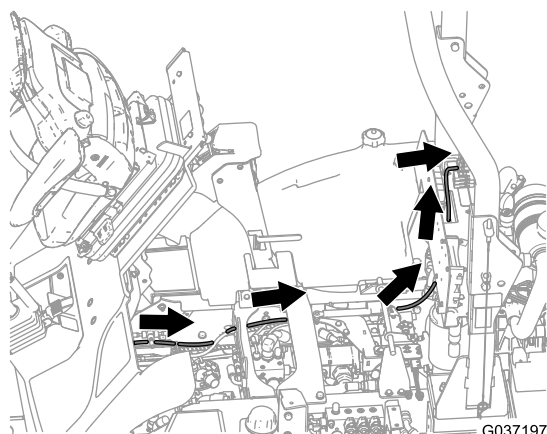

図 32
- プラットフォームの支点の周囲を通して電線をヒューズボックスへ導く図 32。